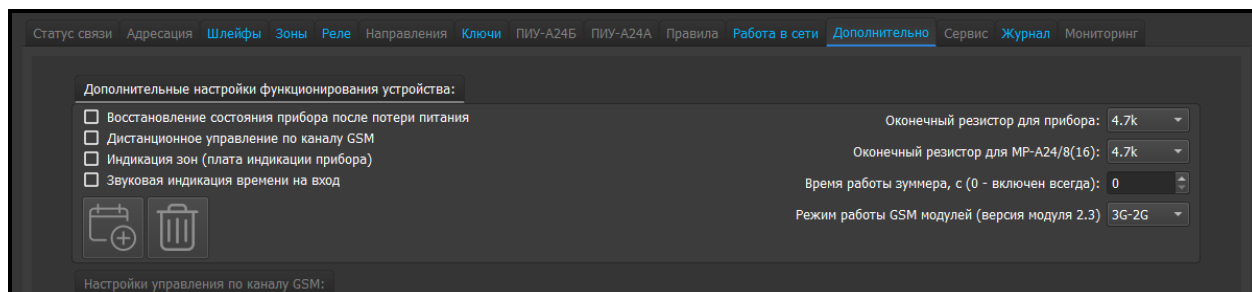

Рис. 64. Скриншот окна редактирования программной страницы «Дополнительно»
Для входа в программную страницу необходимо кликнуть на клавишу «Дополнительно». При этом станут доступны для установки следующие дополнительные настройки функционирования устройств (см. рисунок 64):
4.7.3 Настройка «Индикация зон (плата индикации прибора)» (см. рисунок 64)
4.7.4 Настройка «Оконечный резистор для прибора» (см. рисунок 64)
4.7.5 Настройка «Оконечный резистор для МР-А24/8(16)» (см. рисунок 64)
4.7.6 Настройка «Время работы зуммера, с» (см. рисунок 64)